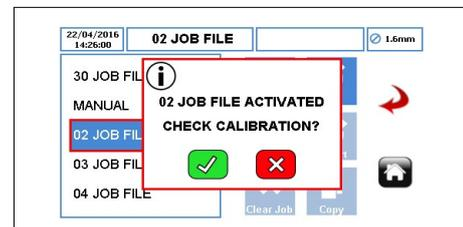

Figure 43 Fichier de travail activé
- ▶ Pour activer le fichier de travail en surbrillance et les modifications apportées, appuyez sur l'icône . Lorsque la pompe est en marche, l'icône Activer est « grisée ». Lorsqu'un fichier de travail a été activé, une invite s'affiche comme indiqué à la figure 43.